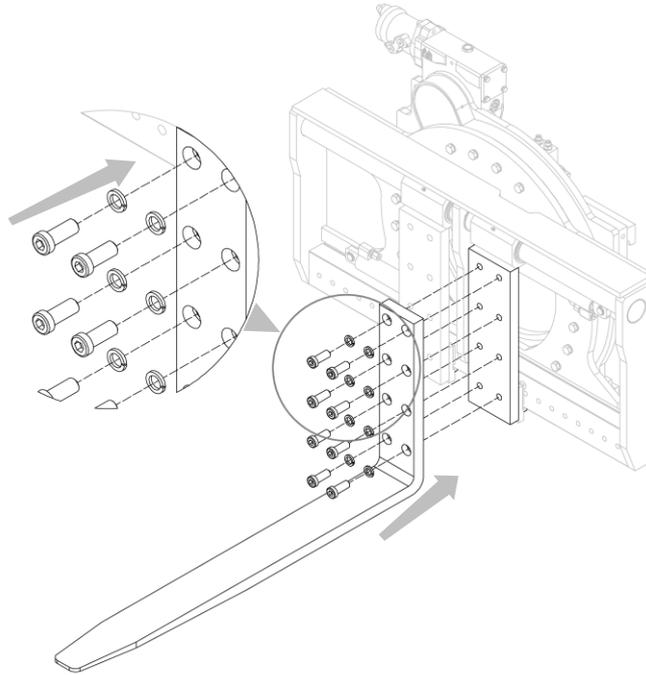

Figure 17
1. Insérer les fourches dans les plaques de coulissement, en serrant les vis de blocage (voir *Figure 17*).